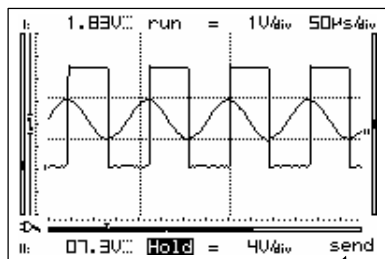

Fig 64
"send" (2),verra' visualizzata per qualche istante sul display.(Fig.64)
„Send“ **(2)** zal kort verschijnen **(Fig.64)**
„Send“ **(2)** s'affiche brièvement **(Fig.64)**
„Send“ **(2)** erscheint zeitlich **(Abb. 64)**